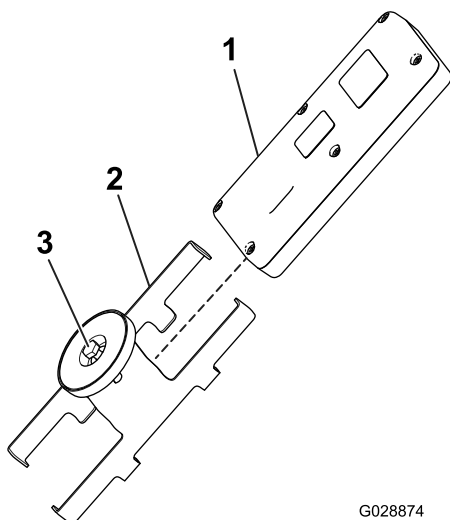

Figura 45
1. Desaperte o parafuso no íman no suporte magnético do comando remoto (Figura 45).
2. Deslize as laterais do suporte e retire o comando remoto (Figura 45).
8. Instale o comando remoto no suporte magnético remoto, una as metades para prender o comando e aperte o parafuso no íman (Figura 45).